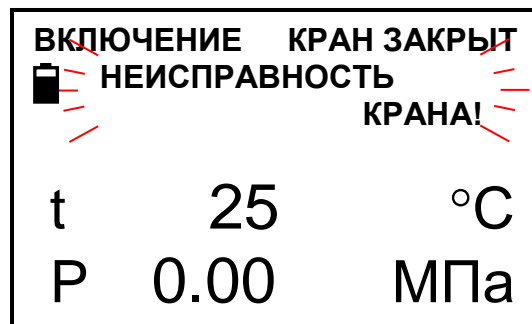

Рисунок 2.30
**Примечание** – Причиной возможного появления экрана предупреждения (рисунок 2.30) может быть, отсутствие соединения либо обрыв кабелей электропривода.